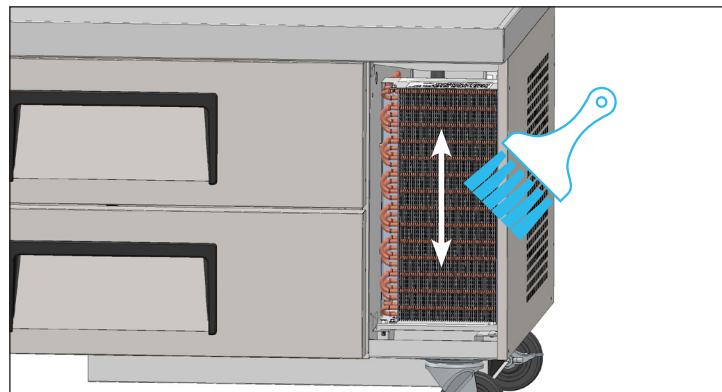

Fig. 2. Ne brossez jamais en travers des ailettes des serpentins.
3. À l'aide d'une brosse à soies dures, nettoyez soigneusement la saleté accumulée sur les ailettes. Voir fig. 2.